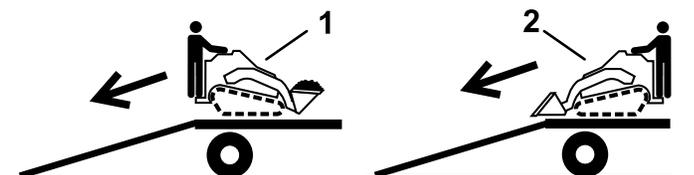

Figura 37
2. Descargue la máquina del remolque por la rampa con el extremo más pesado hacia arriba, y la carga en la posición más baja posible (Figura 37).